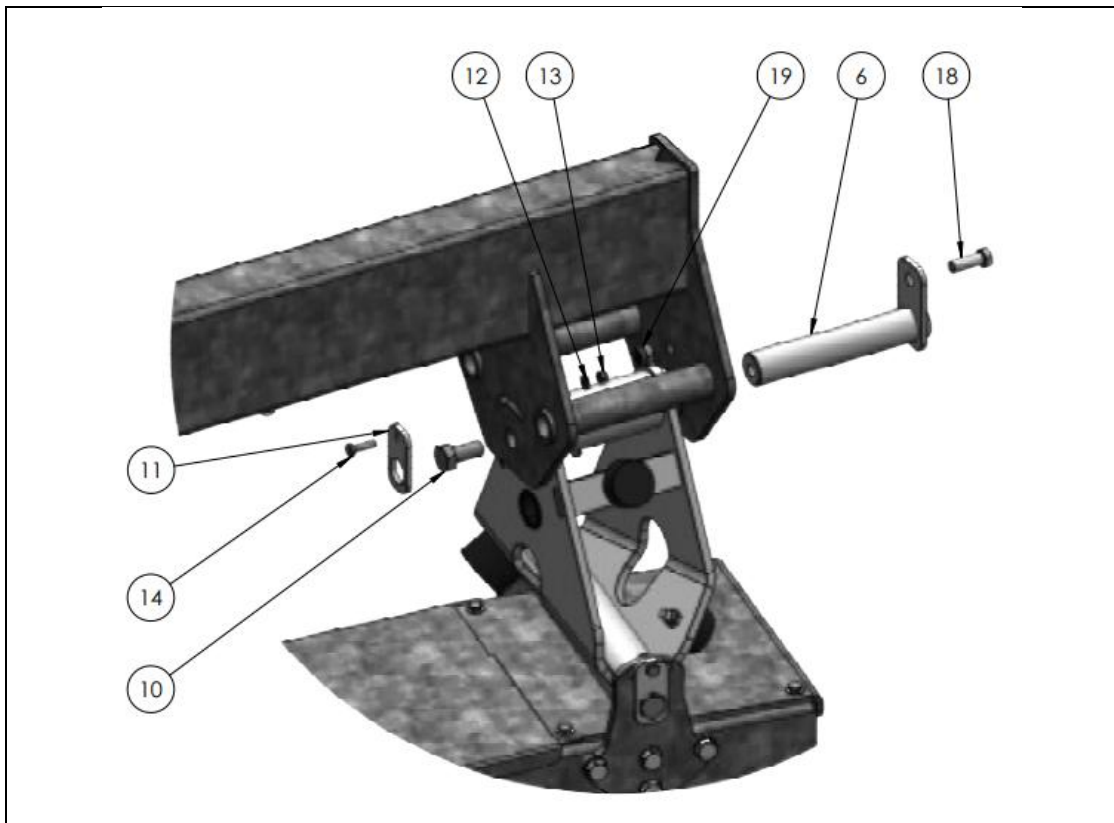
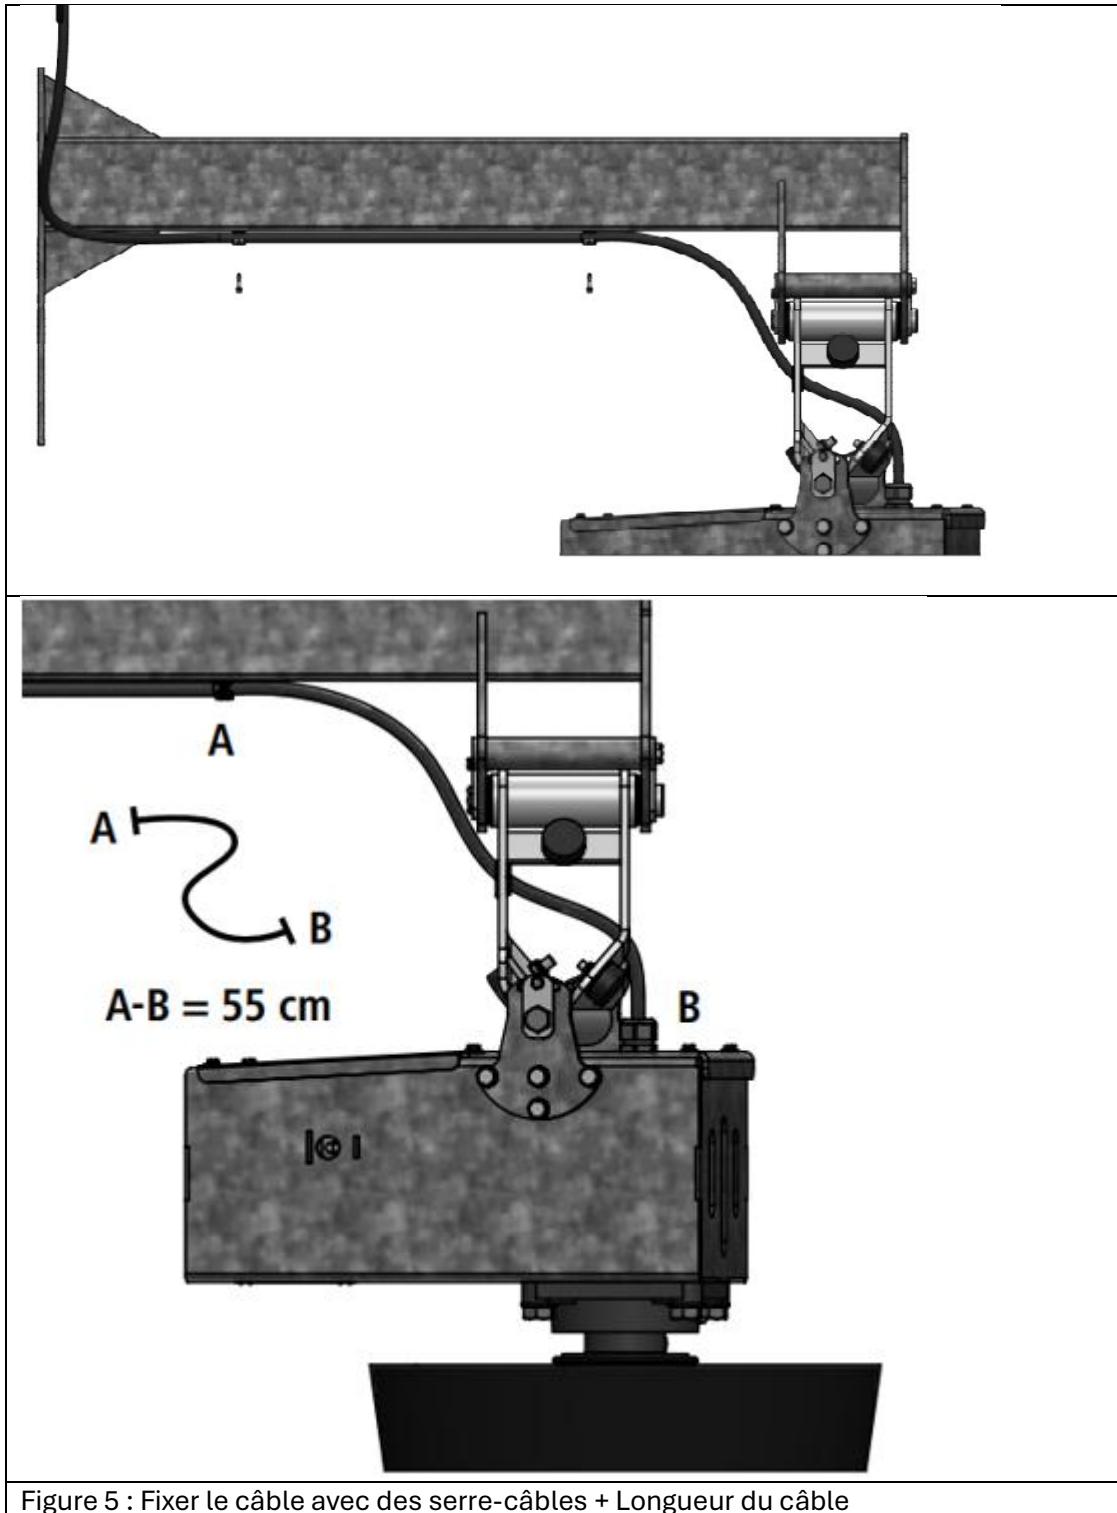

Figure 4 : Montage de l'axe supérieur à l'élément articulé
Figure 5 : Fixer le câble avec des serre-câbles + Longueur du câble
1. Retirer l'axe supérieur (Fig. 4 – Pt 6) de l'élément de fixation.
5. Glisser l'axe supérieur (Fig. 4 – Pt 6) à travers le logement dans le bras de fixation et l'élément articulé, et l'installer.
6. Fixer l'axe avec la vis de fixation M14 (Fig. 4 – Pt 10).
7. Bloquer l'axe avec une vis (Fig. 4 – Pt 18) et un écrou autobloquant (Fig. 4 – Pt 19) contre le gauchissement.
8. Se servir d'une plaque d'arrêt (Fig. 4 – Pt 11), d'une vis (Fig. 4 – Pt 11), d'une rondelle plate (Fig. 4 – Pt 12) et d'un écrou autobloquant (Fig. 4 – Pt 13) pour bloquer la vis de fixation M14 contre tout risque de détachement. Fixer le câble moteur au bras de fixation avec des serre-câbles et des vis autobloquantes (Fig. 5).
Important : la longueur du câble entre le premier serre-câble (Point A) et l'unité d'entraînement (Point B) doit comporter 55 cm (Fig. 5).